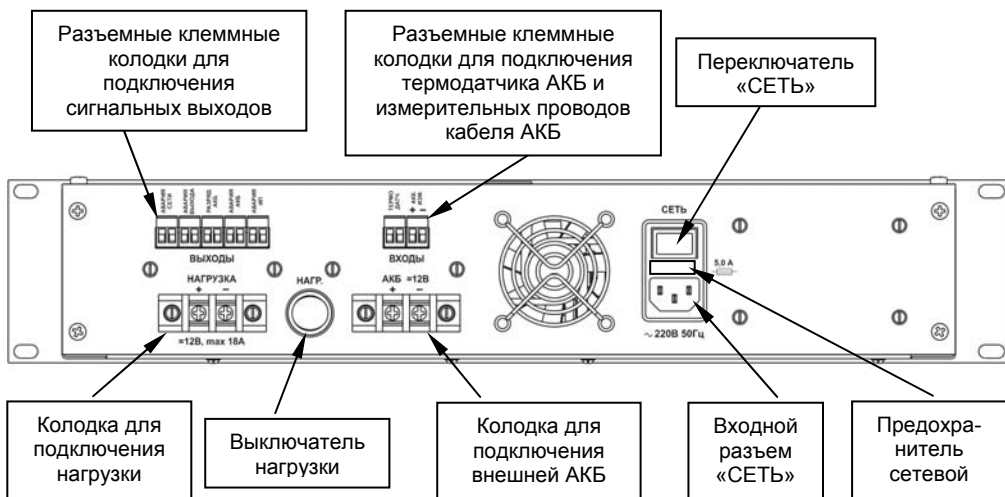

Рисунок 2 Общий вид задней панели источника
- возможность включения/отключения нагрузки с помощью выключателя нагрузки (см. рисунок 2);
На задней панели источника расположены клеммные колодки, сетевой разъем с предохранителем и переключателем и выключатель нагрузки (см. рисунок 2).
<p style="text-align: center;">ВНИМАНИЕ! БЕЗ УСТАНОВКИ ТЕРМОДАТЧИКА ЗАРЯД БАТАРЕИ ОСУЩЕСТВЛЯЕТСЯ БЕЗ ТЕРМОКОМПЕНСАЦИИ, ПРИ ЭТОМ НАПРЯЖЕНИЕ ЗАРЯДА АКБ БУДЕТ СООТВЕТСТВОВАТЬ ЗНАЧЕНИЯМ, УСТАНОВЛЕННЫМ ДЛЯ ТЕМПЕРАТУРЫ ОКРУЖАЮЩЕЙ СРЕДЫ +25°C (СМ. РИСУНОК 2)</p>